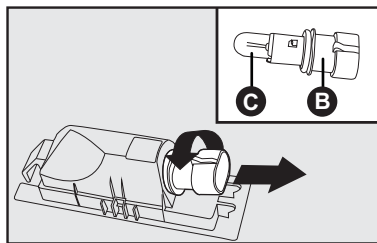

fig. 26
- Quitar el soporte de la lámpara **B-fig. 26**, girándolo en sentido antihorario;
- Quitar la lámpara **C-fig. 26**, tirando de la misma;